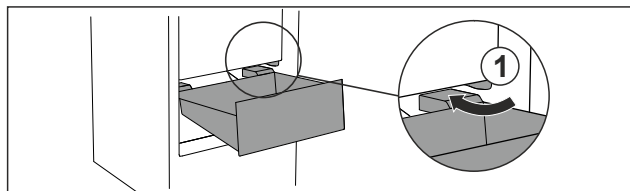

Fig. 68
- Preved'te zásuvku šikmo okolo zarážok Fig. 68 (1).